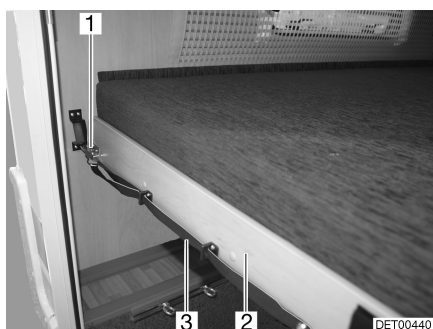

Fig. 37 Lit superposé (arrière)
- Tirer sur la boucle (Fig. 37,3) et désenclencher le verrou (Fig. 37,1).
- Tirer le sommier à lattes (Fig. 37,2) avec le matelas vers l'avant jusqu'à ce qu'il s'enclenche.